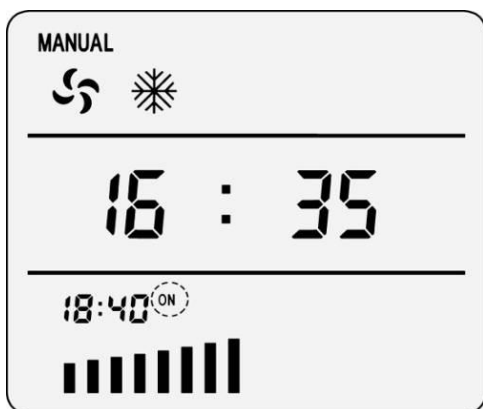

Рис. 8.3 Установка минут
3) нажмите кнопку , часы перестанут мигать, замигают минуты, используйте кнопки  для установки минут (рис. 8.3);